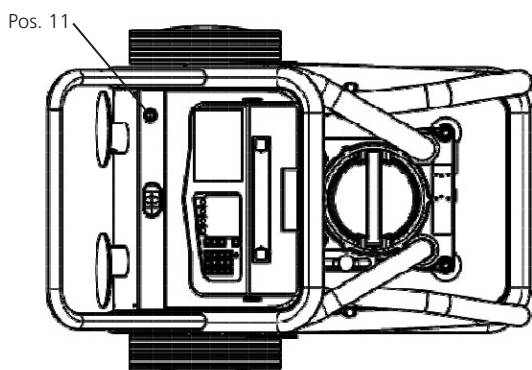

Abb. 5: Ansicht Filter- und Umpumpaggregat UMP 045
- › Das Verbindungskabel an der Schnittstelle (Pos.11) des Filter- und Umpumpaggregates anschließen (siehe Abbildung 5).